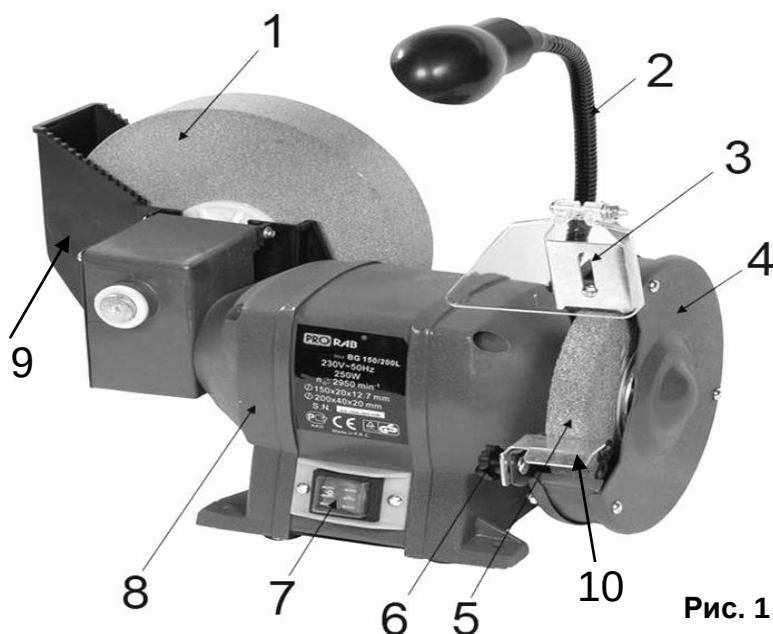

Рис. 1
- Установите защитный экран (3)(См. Рис.1) и упоры, используя винты, идущие в комплекте.
- Прикрепите защитное стекло (3)(См. Рис.1) к держателю при помощи винта.
- Упор (10)(См. Рис.1) может регулироваться в соответствии с необходимым углом шлифования.
- Ослабьте фиксатор упора (6)(См. рис.1).
- Затяните фиксатор (6)(См. рис.1).
- Чтобы включить станок, переведите клавишу выключателя (7) (См. Рис.1) в позицию «ВКЛ» (ON / I).
- Чтобы выключить станок, переведите клавишу выключателя (7) (См. Рис.1) в позицию «ВЫКЛ» (OFF / 0).
- При включении станка включается локальная подсветка (2) рабочей зоны (только модель BG 150/200 L).
- Работать разрешается только с опущенным защитным прозрачным экраном (1) (См. Рис.1) и в защитных очках.
- Подводите к шлифовальному кругу (8) (См. Рис.1) затачиваемый инструмент (деталь) плавно и осторожно, избегая ударов о круг.
- Мокрая заточка производится шлифовальным кругом (1) при заполнении лотка (9) (См. Рис.1) водой. Вода смачивает шлифовальный круг, тем самым предотвращается перегревание заготовки и «засаливание» шлифовального круга.